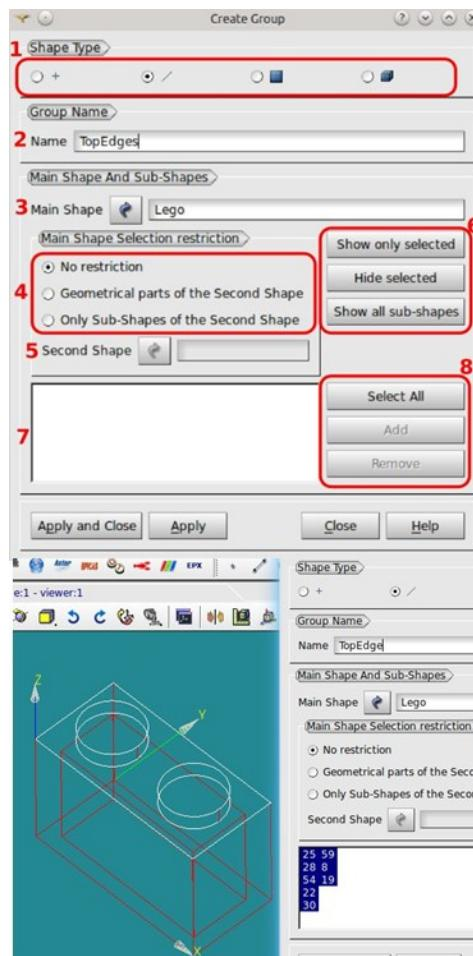

Рис. 37. Создание группы рёбер.
Следует выделить необходимые ребра, как показано на рис. 37, левой кнопкой мыши, при этом необходимо удерживать клавишу Shift, затем нажать кнопку Add (добавить). В результате соответствующем окне отобразится список с номерами выбранных ребер. Нумерация рёбер может не совпадать с представленной на рисунке, совпадать будет их количество (8), важно выбрать именно рёбра верхней части объекта, лишние рёбра можно удалить клавишей Remove.
Примечание: чтобы отобразить объект в виде, как на рис. 37, следует включить опцию **View — Display Mode — Wireframe**.